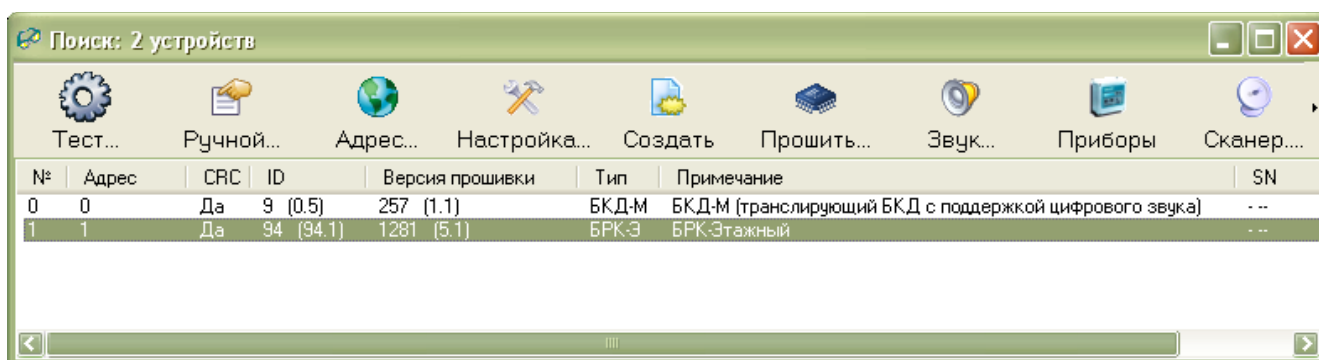

Рисунок 10 - Найден блок USB-433
5) Откроется окно «Поиск» со списком найденных устройств: модуль USB-433 отображается как два виртуальных устройства БКД-М и БРК-Э (рисунок 10).